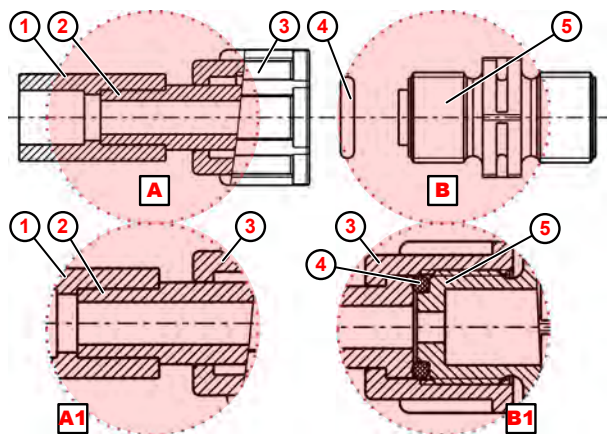

Abb. 10: Rohranschluss mit Aufschweißverbindung
1. ➤ Aufschweißverbindung ( Abb. 10 , ① ) mit Schlauchanschluss verschweißen.
2. ➤ O-Ring ④ in Nut von Saug-, bzw. Druckventil ⑤ legen.
3. ➤ Überwurfmutter ③ festziehen (Detail **B1** ).